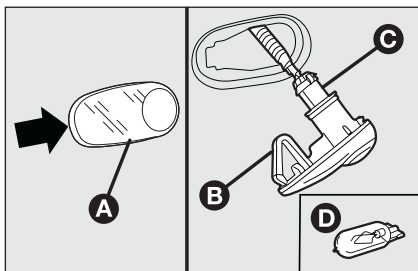

fig. 24
- agir sur le transparent **A**-fig. 24 de manière à comprimer l'agrafe intérieure **B**, puis défiler le groupe vers l'extérieur;